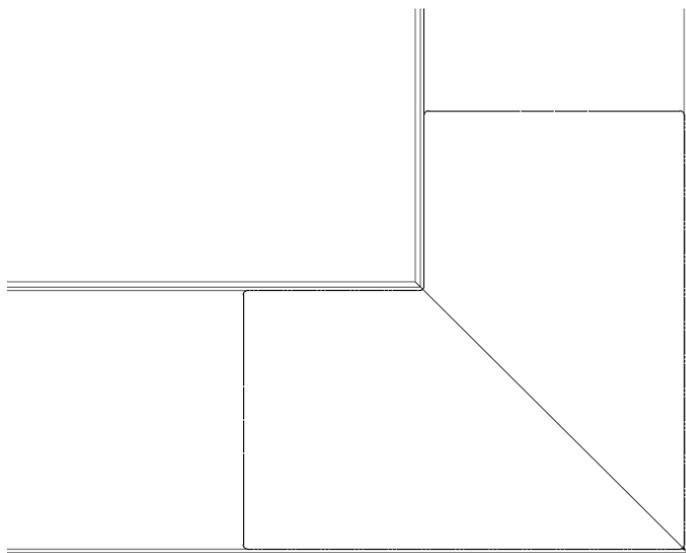

Рис.2
6. На стыки рассеивателей наклеить защитную L—образную прозрачную пленку (идет в комплекте светильника) (Рис. 2)
- Установите комплект подвесов (дюбели и установочные саморезы подбираются самостоятельно в зависимости от монтажной поверхности и не входят в комплект поставки. Монтажное отверстие в крепежной втулке для подвеса имеет диаметр 5мм и рассчитано для самонарезных винтов с потайной головкой. Нагрузка на трос составляет не более 10 кг и определяется весом светильника) в паз на верхней части корпуса светильника (Рисунок 2);